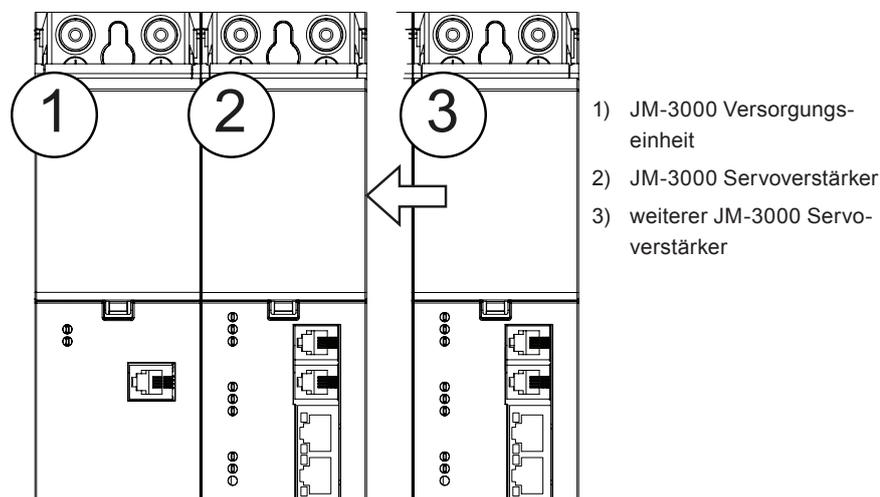

Abb. 2.1 Reihenfolge Anreihung
- Die Geräte müssen in der vorgegebenen Reihenfolge siehe Abb. 2.1 aneinander gereiht montiert werden. Eine andere Reihenfolge ist nicht zulässig, da es sonst zu Problemen mit der Verschienenung und der gegenseitigen thermische Beeinflussung kommt.
Der in Abb. 2.1 angegebene Mindestabstand nach oben, unten und vorn gilt für alle Geräte (JM-3000 Versorgungseinheit und JM-3000 Servoverstärker). Der Abstand nach oben ist wichtig, um einen Hitzestau zu vermeiden, der nach unten und vorn, um eine korrekte Kabelführung zu ermöglichen.